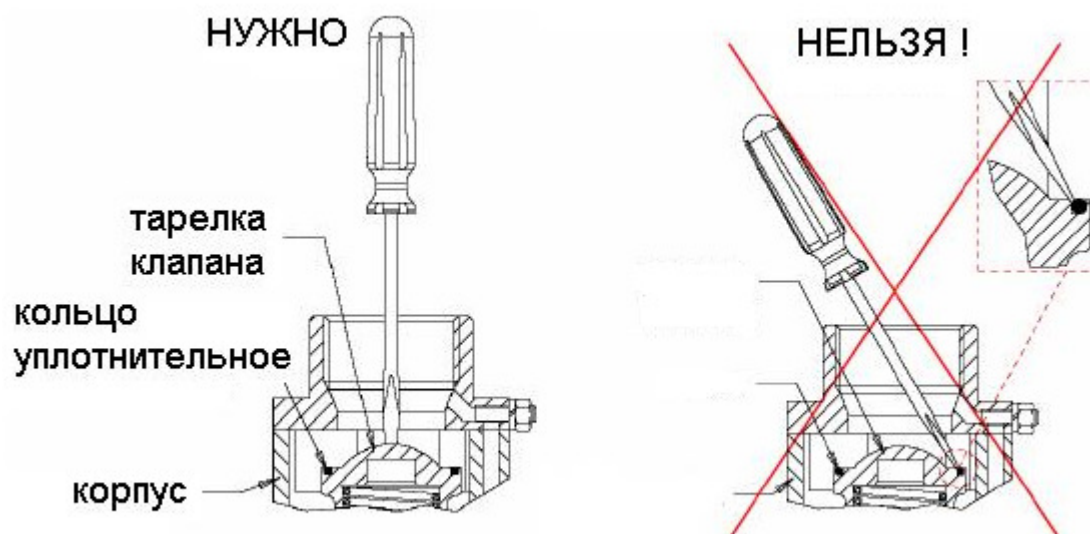

Рисунок 23 - Действия при отжати тарелки клапана
- снимите рукав с патрубка впускного клапана, откройте воздушную заслонку и, отжав тарелку клапана, залейте 2,5 литра масла. Будьте внимательны! Не повредите уплотнительное кольцо (рис.23);